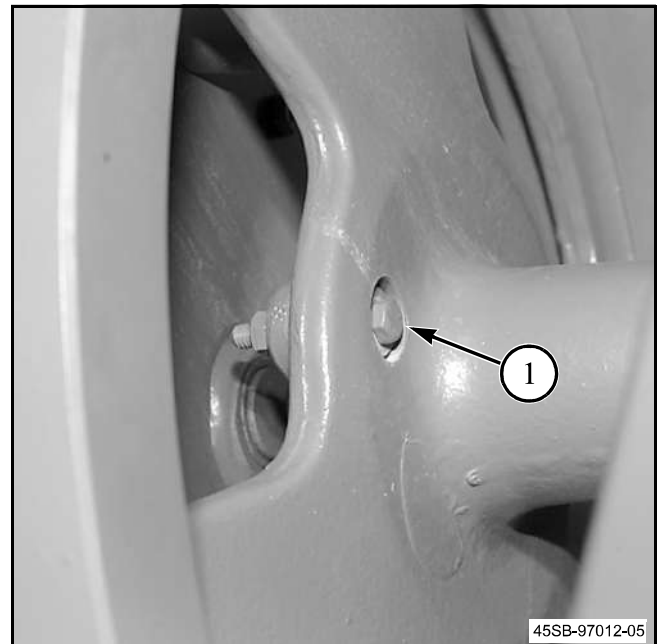

Figure 5
**Figure 5:** Le boulon de cisaillement du volant (1) connecte le volant aux autres organes de la transmission. Lorsque le boulon de cisaillement du volant se brise, le volant ne peut entraîner la presse à balles.